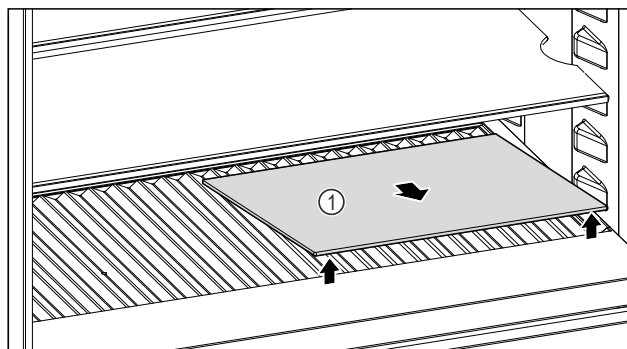

Fig. 166
- Glasplatte Fig. 166 (1) an der Aussparung vorne anheben und herausnehmen.
- Glasplatte Fig. 166 (1) außerhalb des Geräts sicher aufbewahren.